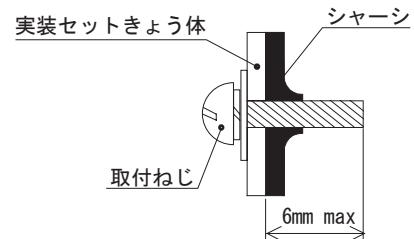

図 5.1 取付ねじ
- 使用するねじは、内部部品との絶縁距離を保つため、ねじ挿入長さは電源の外側から 6mm max とします（図 5.1 参照）。